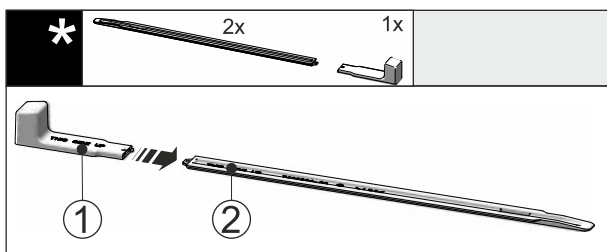

Fig. 44
- Futni dorezën e montimit Fig. 44 (1) në shinën e nivelimit Fig. 44 (2).